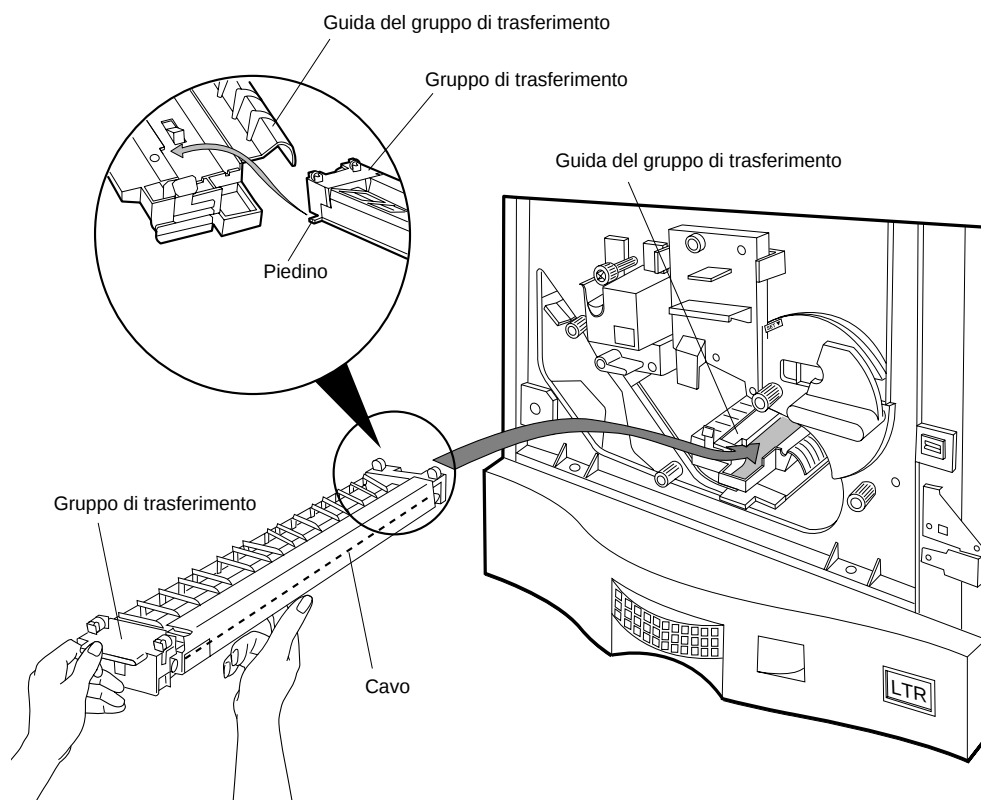

Figura 4-24 Rimozione del gruppo di trasferimento
3. Spingere e quindi tirare il gruppo di trasferimento per liberarlo dal gruppo delle guide, come mostrato nella Figura 4-24. Sollevare il gruppo di trasferimento ed estrarlo dal gruppo delle guide.